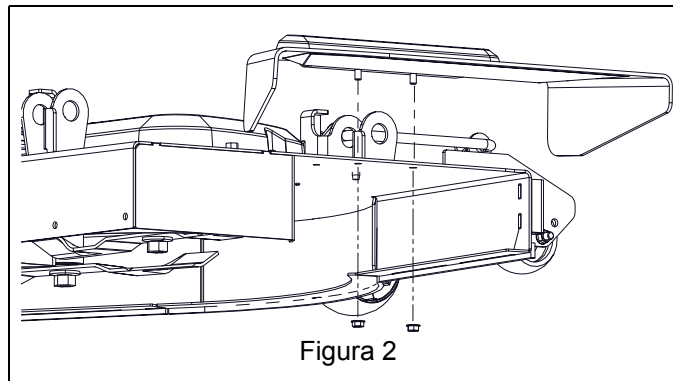

Figura 2
4. Quitar las dos tuercas de brida de 5/16" que sujetan la tolva de descarga y quitar la tolva de descarga. Guarde todas las piezas para trabajar sin el kit de acolchado. Consulte Figura 2.